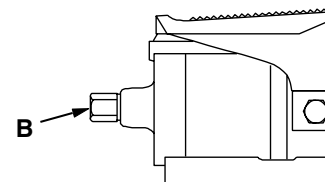

Figura 5
1. Vea la Figura 5. Conecte una fuente de aire con una capacidad (mínima) de $15,3\text{ m}^3/\text{h}$ [$9\text{ pies}^3/\text{min}$] al conector giratorio (B) de $\frac{1}{4}$ pulg NPTF de entrada de aire en la bomba. Utilice únicamente adaptadores de manguera o de desconexión rápida de $\frac{1}{4}$ pulg. No se recomienda el uso de adaptadores de tamaño o peso mayor. Utilice un sellador de roscas de tubería de buena calidad para sellar la conexión.